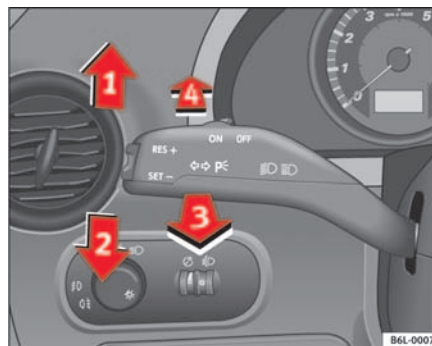

Fig. 60 Palanca de intermitentes y de luz de carretera
- Desplace la palanca hacia arriba hasta el tope ⇒ **página 98, fig. 60** **1** para encender el intermitente **derecho** o bien hacia abajo **2**, para encender el intermitente **izquierdo**.
- Desplace la palanca hacia adelante ⇒ **página 98, fig. 60** **4** para encender la luz de carretera.